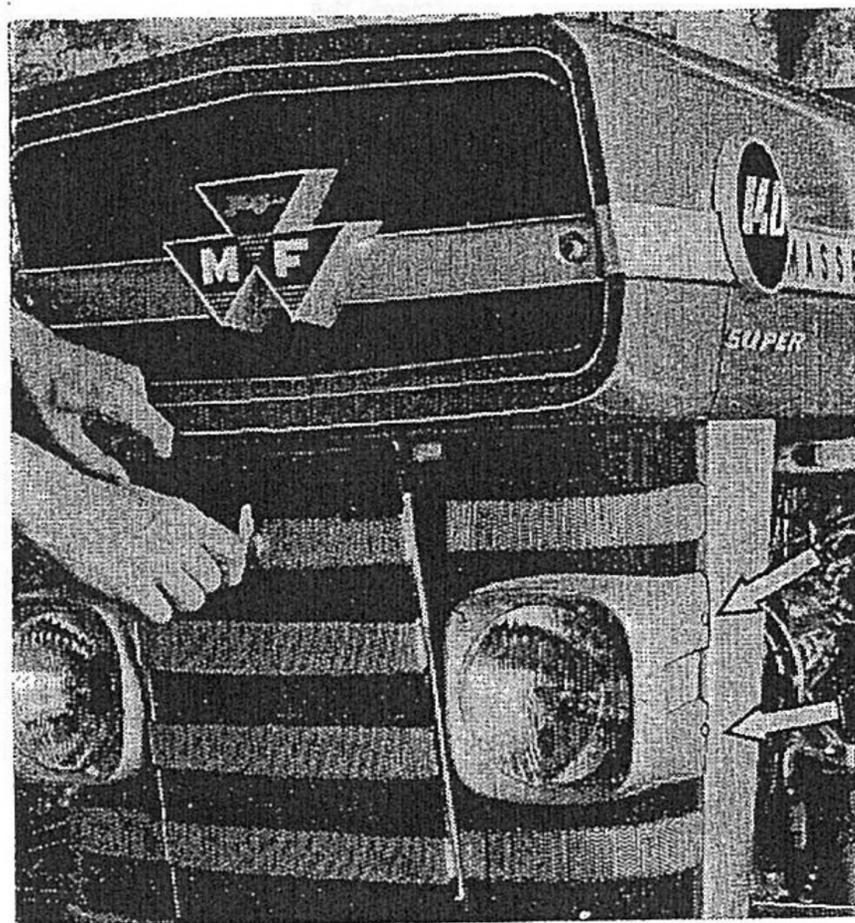

Fig. 80
- Oter le panneau de calandre amovible (voir fig. 80), puis dévisser les deux vis de fixation latérale du phare dont l'ampoule est déficiente. Retirer les deux écrous qui fixent les tirants à l'intérieur de la grille de calandre sur les équerres. Tirer le phare vers l'avant. Basculer les ergots de blocage du porte-culot, ce qui permet de retirer celui-ci et la lampe.